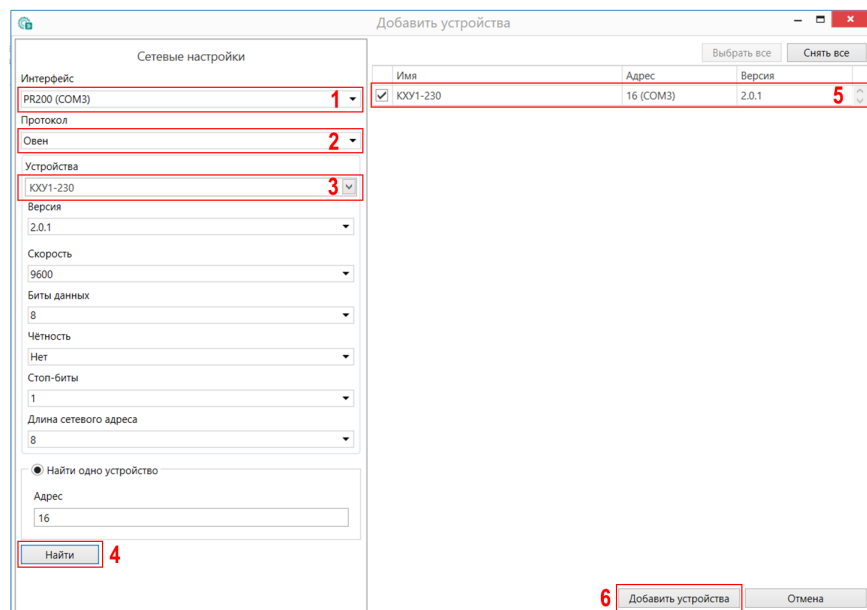

Рисунок 12.1 – Настройки связи с устройством
6. Выбрать интерфейс «PR200 (COM3)» (см. рисунок 12.1, 1). Номер COM порта, присвоенный прибору можно узнать в Диспетчере устройств Windows.
7. Выбрать протокол **ОВЕН** (см. рисунок 12.1, 2).
8. Выбрать устройство (рисунок 12.1, 3). Модификация прибора указана на боковой стороне прибора.
9. Выбрать «Найти одно устройство», если добавляется один прибор. Запустить поиск нажатием на кнопку «Найти» (см. рисунок 12.1, 4).
10. Выделить найденное устройство (см. рисунок 12.1, 5).
11. Добавить устройство в проект Конфигуратора по нажатию кнопки «Добавить устройства» (см. рисунок 12.1, 6).
1. Нажать на кнопку  **Обновить устройство** в контекстном меню выбранного устройства или в главном меню. Откроется диалоговое окно для смены встроенного ПО устройства. Допускается обновление одного или нескольких устройств. Устройства следует выделить в области устройств (см. рисунок 12.1, 5) и выбрать **Обновить устройство** в контекстном меню или главном меню.